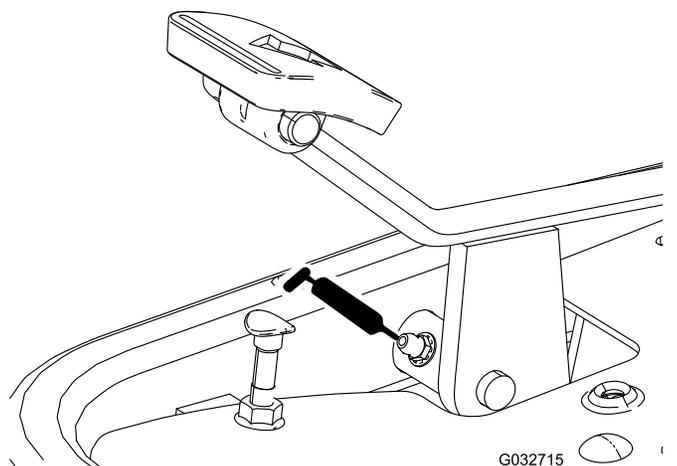

Figure 34
- Pédale de déplacement (Figure 34)